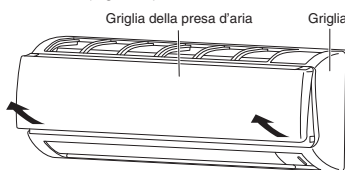

Fig. 3-40
- (1) Afferrare entrambe le estremità della griglia di aspirazione dell'aria e rimuoverla aprendo verso il davanti e tirando verso di sé. (Fig. 3-40)